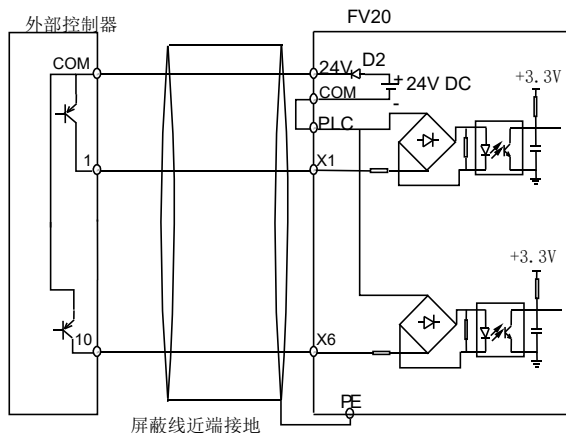

图 4-8 使用变频器内部+24V 电源的漏极连接方式
2)使用变频器内部+24V 电源，外部控制器为 PNP 型的共发射极输出的连接方式(注意去除 PLC 与 24V 端子间的连接线)，如图 4-8 所示。